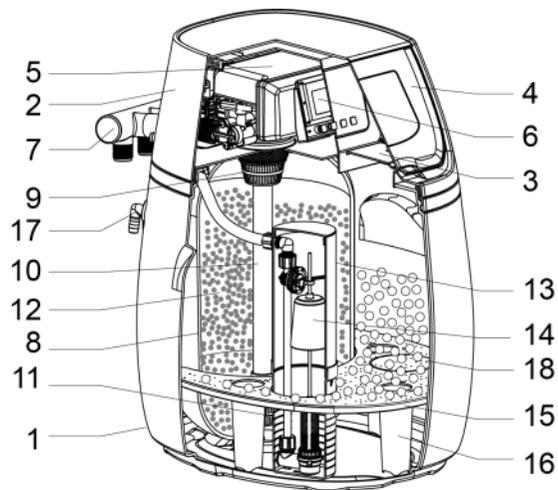

Рисунок 1
6.1 Системы водоподготовки кабинетного типа моделей SiberianAqua I Grey и SiberianAqua Q Black состоят из (Рисунок 1):